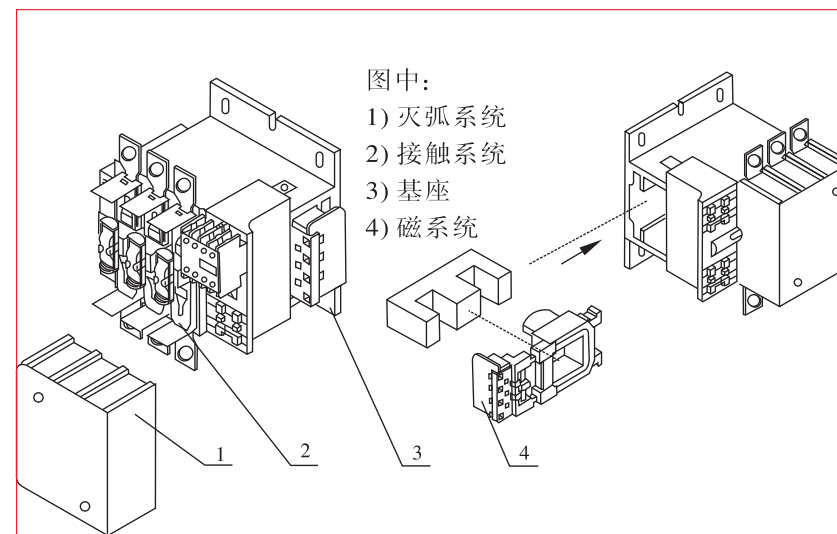

图1 NC2-115~265接触器的总体结构示意图
6.1 接触器主要由灭弧系统、接触系统、基座、磁系统(包括铁芯、线圈)组成, 参见图1。
6.2 接触器的接触系统为直动式、双断点布置, 下基座采用铝合金型材, 线圈为塑料封装结构, 且线圈与磁轭组装成一体, 可从接触器中直接取出或装入, 使用、维修极为方便。见图1。